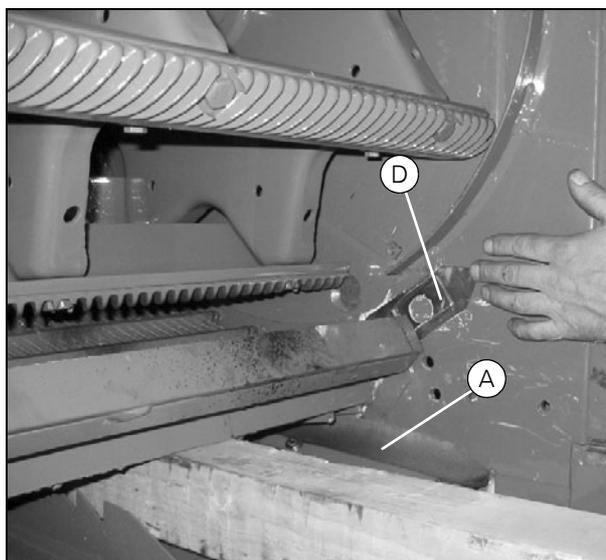

Рисунок 8
4. Снимите пыльники с внутренней поверхности (D) (Рис. 8).
**ВАЖНОЕ ЗАМЕЧАНИЕ:** Избегайте повреждений боковых уплотнений (A) на главной скатной доске (Рис. 8).
- После установки подбарабанья аккуратно вставьте пыльники (D) (Рис. 8) между подбарабаньем и боковой панелью машины.